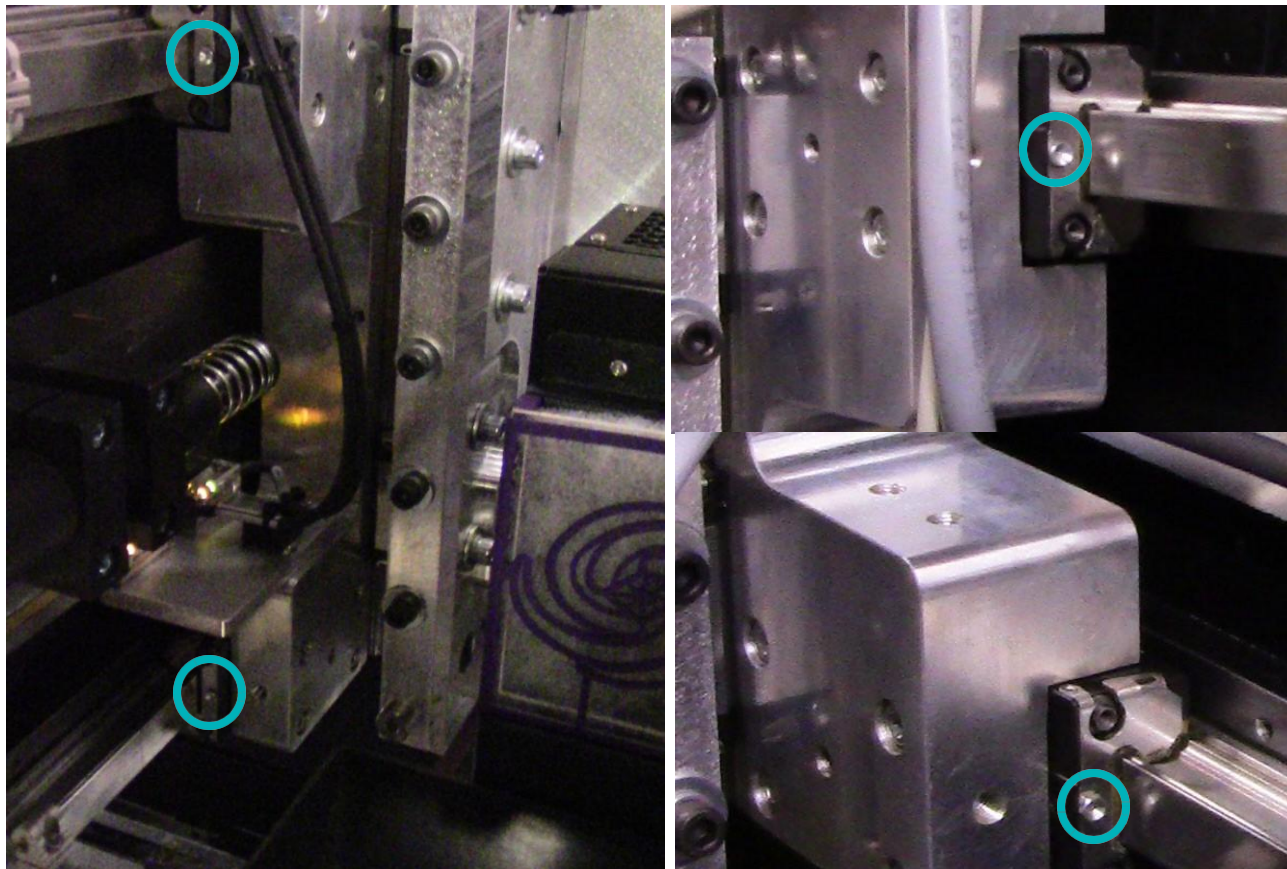

Рисунок 2-50: Подшипники каретки, с левой и правой сторон и смазочные отверстия
- B. Прижмите наконечник смазочного пистолета к смазочному отверстию в подшипнике, Рисунок 2-50.